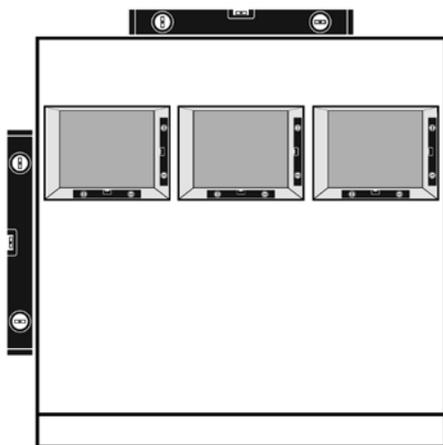

Fig. 1
1. Vérifiez que le meuble soit à niveau et mettez à niveau les bases d'appui. (Fig. 1)
2. Vérifiez que chaque plan d'appui (étagères) soit parfaitement horizontal. (Fig. 1)
2. Vérifiez que chaque plan d'appui (étagères) soit parfaitement horizontal. Dans le cas contraire il faut corriger le désalignement après avoir introduit l'élément. (Fig. 1)